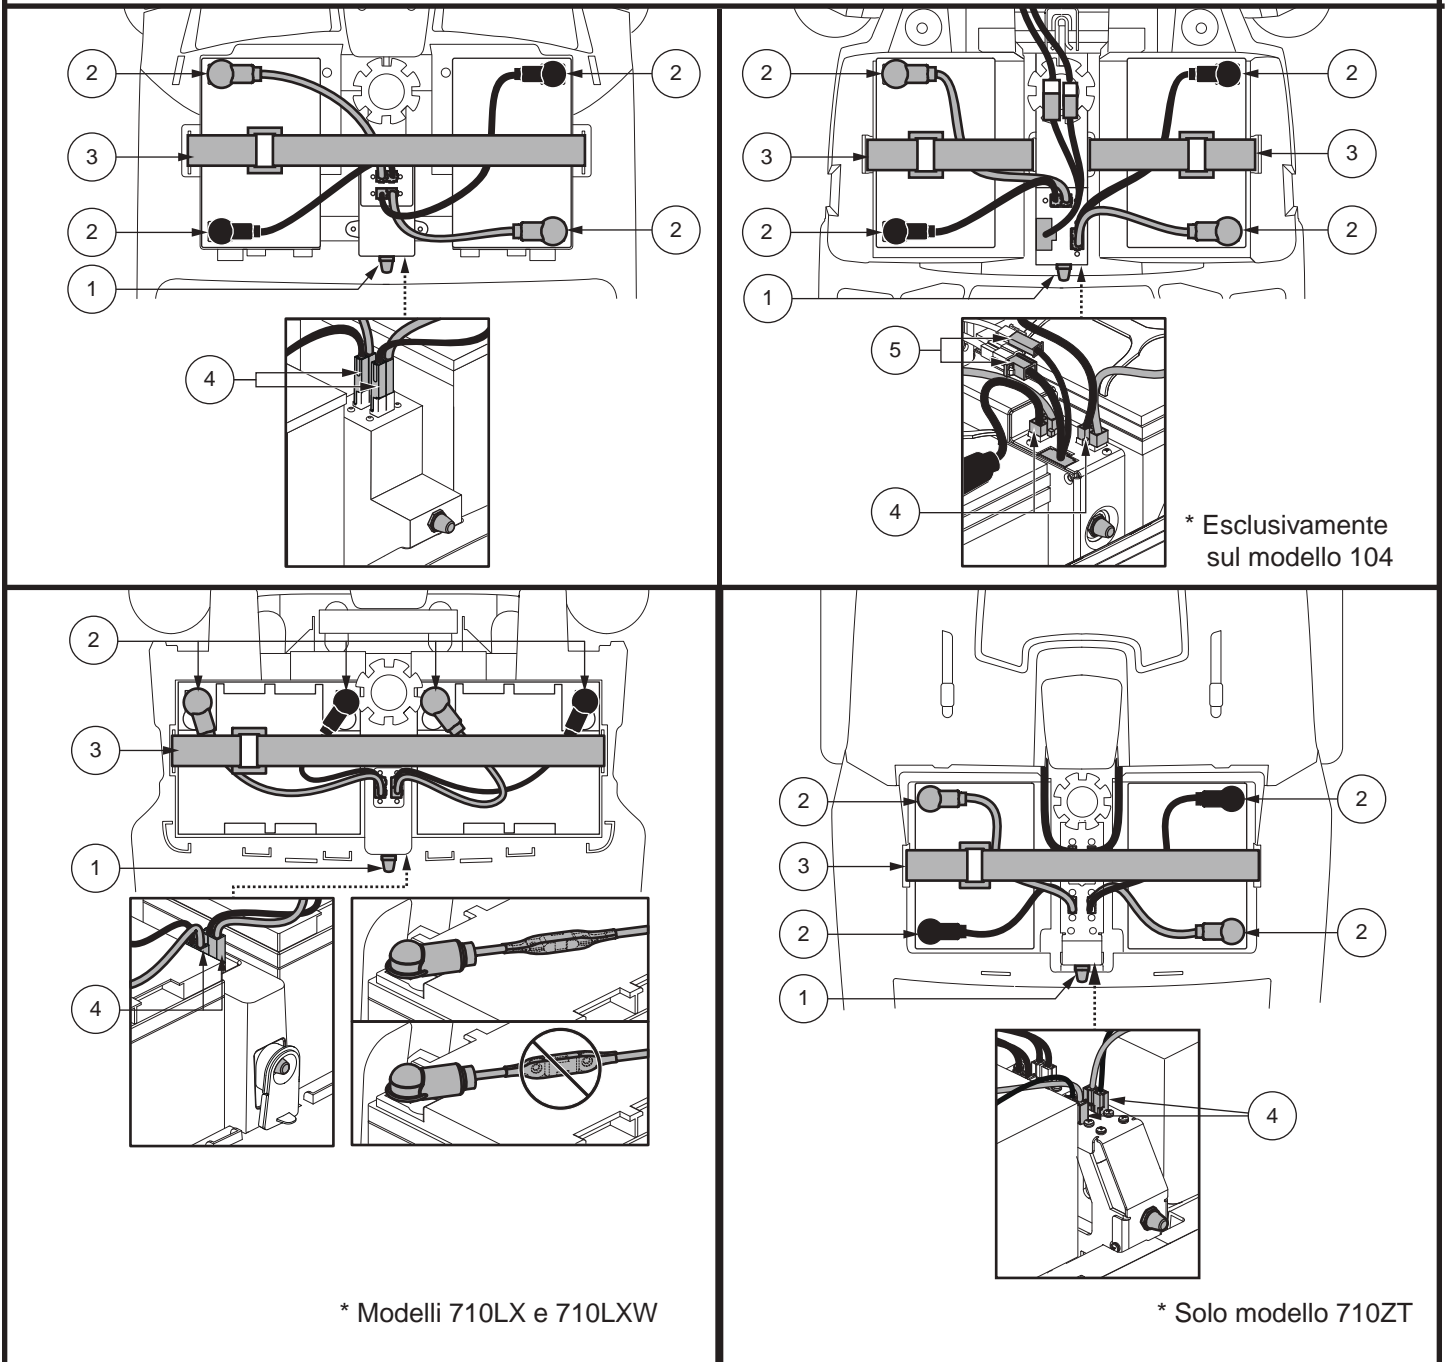

Figura 14. Terminali e connessioni per l'installazione/rimozione delle batterie
2. Scollegare la fascetta di fissaggio delle batterie. **Vedere figura 14.**
3. Scollegare il gruppo della batteria sollevandolo verso l'alto. **Vedere figura 14.**
6. Posizionare la batteria nuova nell'alloggiamento corrispondente. Per i modelli 710LX e 710LXW, rivolgere verso il retro i terminali della batteria di ciascuna batteria. Per tutti gli altri modelli, rivolgere i poli della batteria di ciascuna batteria l'una di fronte all'altra e verso i lati esterni dello scooter. **Vedere figura 14.**